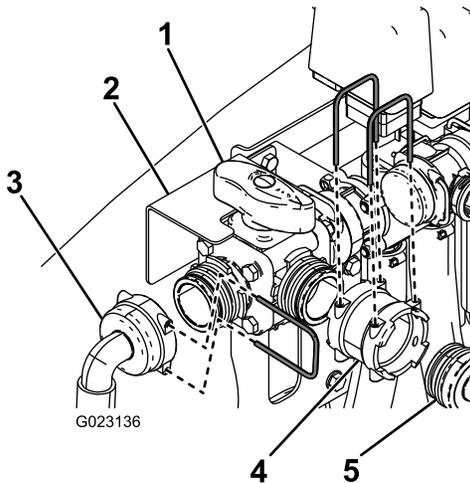

Bild 21
3. Befestigen Sie die Ventilhalterung mit den vorher entfernten Schrauben über der kleinen Halterung (Bild 21).
4. Befestigen Sie das T-Ventil mit der vorher entfernten Befestigungsgabel am Rührwerkventil (Bild 21).